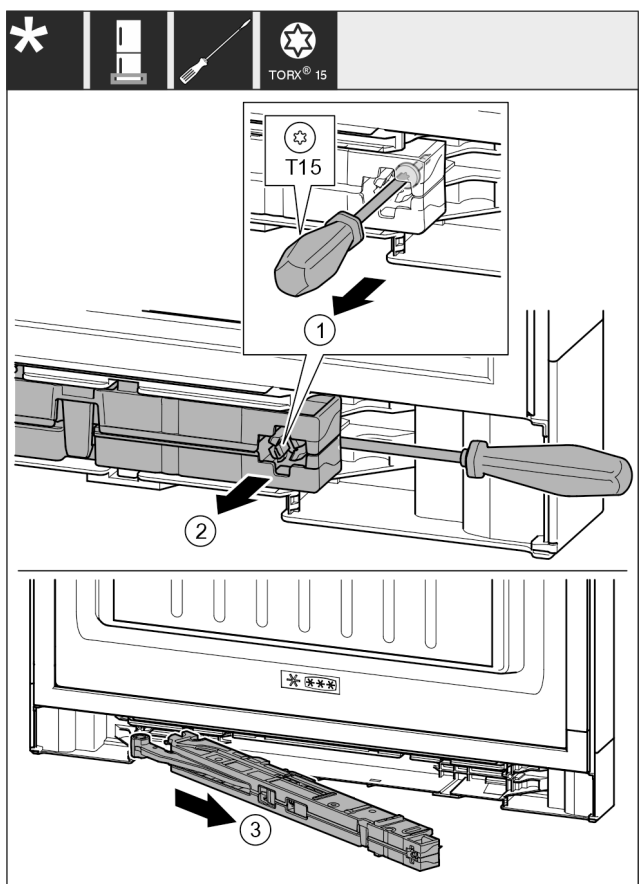

Fig. 17
- Vijak Fig. 17 (1) na jedinici prigušivača zatvaranja otpustite odvijačem 14 mm.
- Jedinicu prigušivača zatvaranja Fig. 17 (2) podignite odvijačem prema gore na strani ručke.
- Izvucite jedinicu prigušivača zatvaranja Fig. 17 (3).